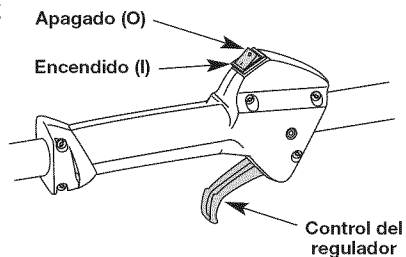

Fig. 7
- NOTA:** No hay necesidad de girar la unidad. Encendido/de parada el control (Fig. 7) está en la posición de trabajo siempre (I).
2. Coloque el control de encendido y apagado en posición de APAGADO (O) (Fig. 7).